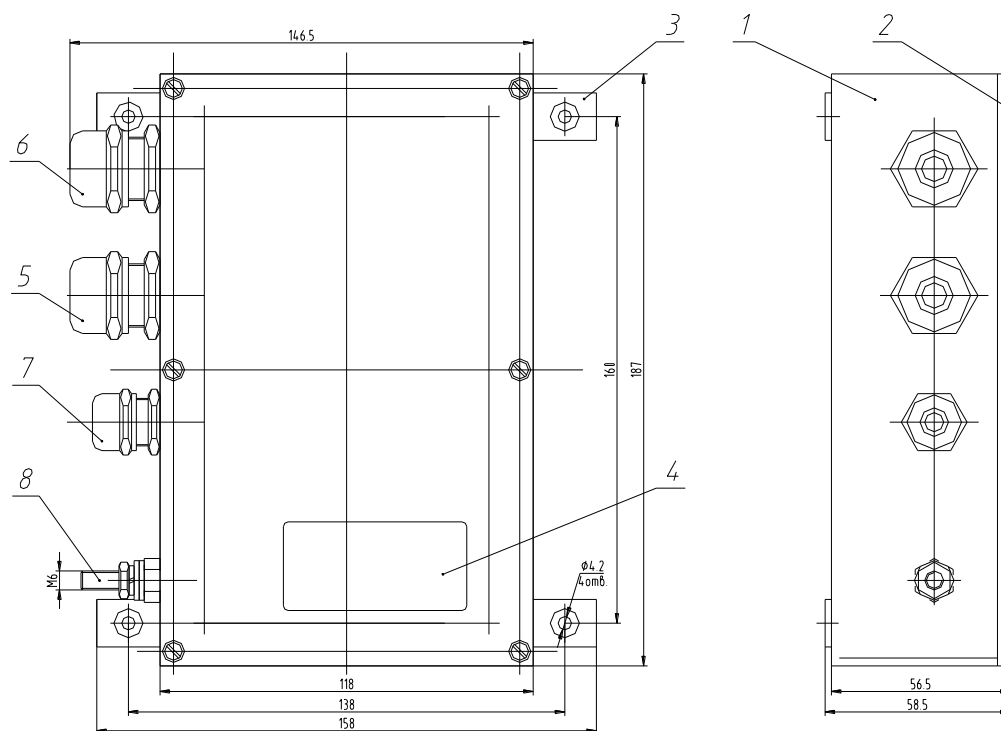

Рис.2 Сигнализатор уровня ПВ-СУ-201 внешний вид, габаритные размеры
1.3.2 Сигнализатор уровня ПВ-СУ-201 (рис.2) состоит из корпуса 1, крышки 2, крепежных лапок 3, окна индикации 4 и электронного модуля, расположенного внутри корпуса. Для подключения заземляющего проводника служит зажим заземления 8. На нижней стороне корпуса расположены три кабельных ввода 5, 6, 7.
2.1.8 Сигнализатор уровня ПВ-СУ-201 закрепляется четырьмя винтами М5 с тыльной стороны щита (см. рис.2). Для заземления корпуса сигнализатора уровня используется зажим заземления 8, снабженный знаком “земля”.